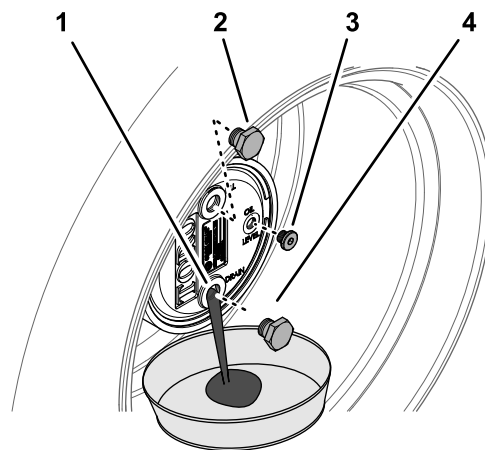

Figura 101
2. Rimuovete il tappo di riempimento nella posizione a ore 12 e il tappo di controllo nella posizione a ore 3 (Figura 101).
3. Mettete una bacinella sotto il mozzo del planetario, togliete il tappo di spurgo nella posizione a ore 6 e lasciate defluire l'olio (Figura 101).
5. Inserite il tappo di spurgo nel foro di spurgo dell'alloggiamento degli ingranaggi planetari (Figura 101).